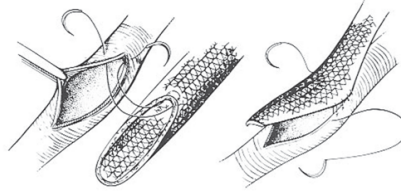

Abb. 5
2. Monofilament aus Polypropylen ist das bevorzugte Nahtmaterial. Beim Nähen die Ränder der Prothese umstülpen und darauf achten, dass mit jedem Stich die gesamte Wandstärke und eine Netzöse aufgenommen werden. Abb. 5. Es wird empfohlen, beim Nähen nur nicht schneidende Nadeln zu verwenden.